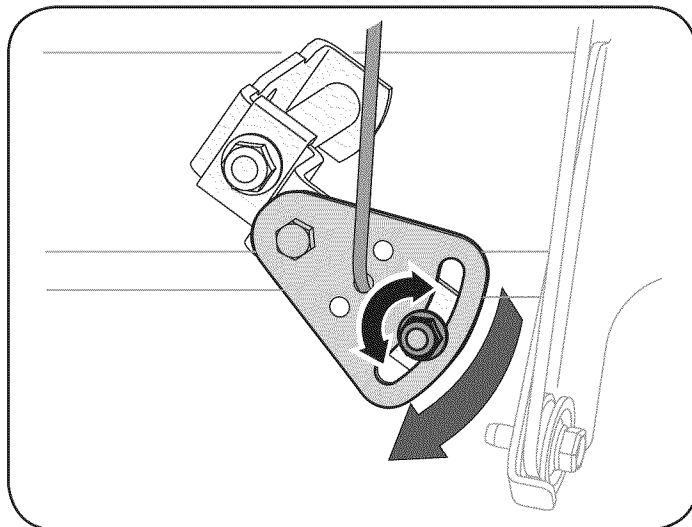

Figura 24
2. Afloje la tuerca hexagonal del soporte de posicionamiento del cable de cambios. Vea la figura 24.